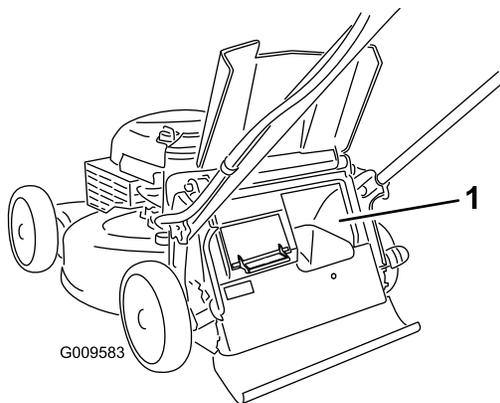

Figura 22
**Importante:** Per il corretto funzionamento, spegnete il motore, attendete che tutte le parti in movimento si arrestino e poi rimuovete eventuale sfalcio e detriti dallo sportello Bag-on-Demand e dall'apertura circostante (Figura 22) prima di spostare la leva Bag-on-Demand dalla posizione 1 a un'altra posizione.